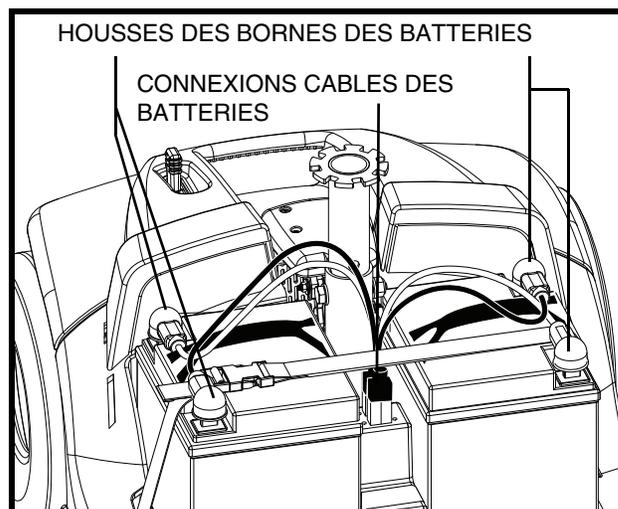

Figure 12. Enlèvement/installation des batteries
3. Débranchez les câbles à batteries en tirant droit vers le haut. **Voir la figure 12.**
6. Placez une nouvelle batterie dans chaque puits en prenant soins d'aligner les bornes de la batteries droite près du mât de siège et les bornes de la batterie de gauche loin du mât. **Voir la figure 12.**